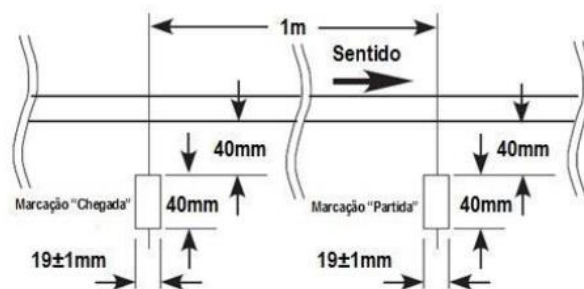

Figura 2
- D. A linha de partida e a linha de chegada serão localizadas em uma reta do percurso. A linha de chegada será localizada à 1 metro da linha de partida. Haverá marcações no lado direito da linha (em relação ao sentido do percurso), indicando o ponto de partida e o ponto de chegada (vide figura 2).